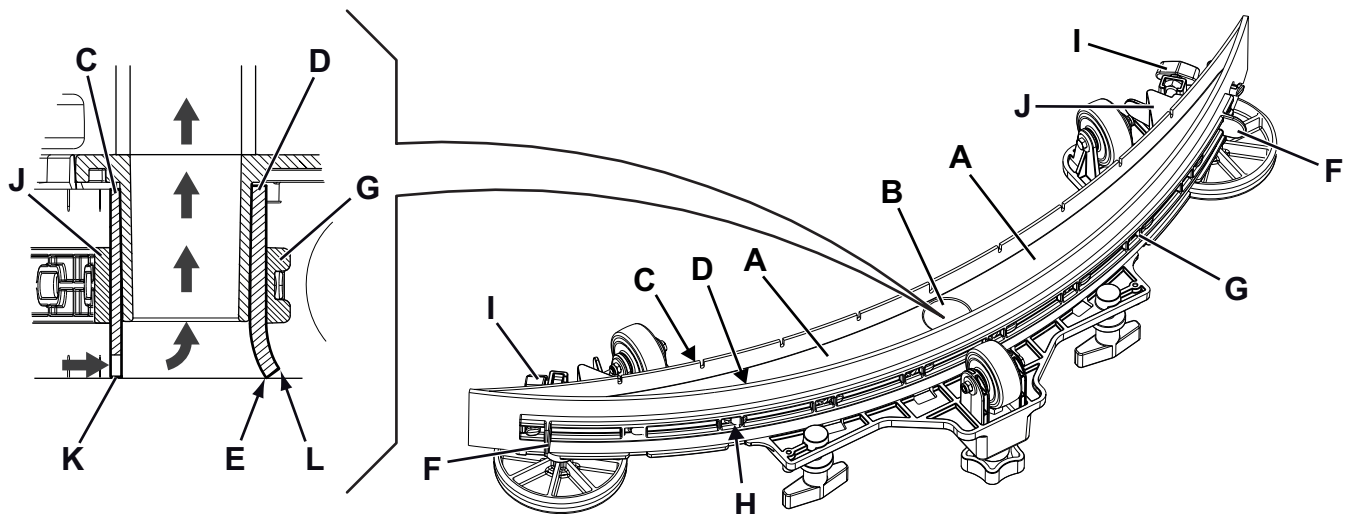

Abbildung 10
2. Sicherstellen, dass das Gerät ausgeschaltet und der Bedienschlüssel (41) herausgezogen wurde.
3. Sterngriffe (32) lösen und Sauglippe (13) abnehmen.
4. Sauglippe abspülen und reinigen. Besonders den Schmutz und Abfälle von den Räumen (A, Abb. 10) und der Öffnung (B) beseitigen. Überprüfen, ob der vordere (C) und der hintere Gummi (D) unversehrt sind und keine Schnitten oder Risse aufweisen, gegebenenfalls wie im folgenden Abschnitt beschrieben austauschen.
2. Überprüfen, ob der vordere (C, Abb. 10) und der hintere Gummi (D) unversehrt sind und keine Schnitten oder Risse aufweisen, gegebenenfalls wie folgt austauschen. Überprüfen, ob die Vorderkante (E) des hinteren Gummis verschlissen ist. Gegebenenfalls Gummi umdrehen und eine der drei unversehrten Kanten als Vorderkante verwenden. Wenn auch die anderen drei Kanten abgenutzt sind, das Gummi wie folgt ersetzen:
- Mit der Lasche (F) das elastische Band (G) aus den Haltevorrichtungen (H) nehmen und entfernen, dann den hinteren Gummi (D) auswechseln/umdrehen.
- Sterngriffe (I) aufdrehen, Band (J) abnehmen und vorderen Gummi (C) austauschen/umdrehen.
3. Sauglippe (13) montieren und Sterngriffe (32) festdrehen.
- Überprüfen, ob das Ende (K) des vorderen Gummis (C) und das Ende (L) des hinteren Gummis (D) wie in der Abbildung gezeigt aufliegen.
- Zur Einstellung den Knopf (33) verwenden.